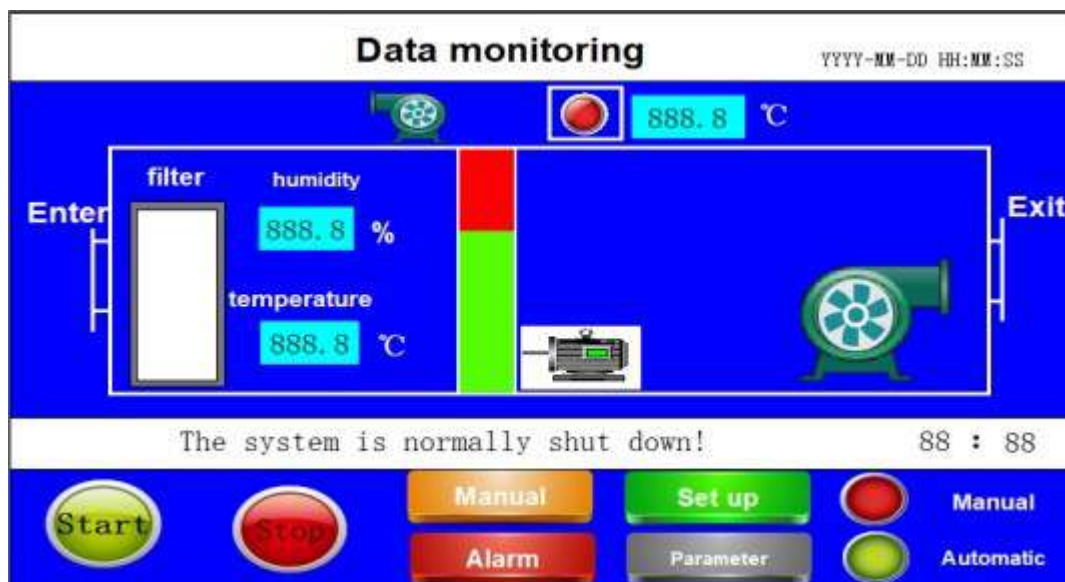
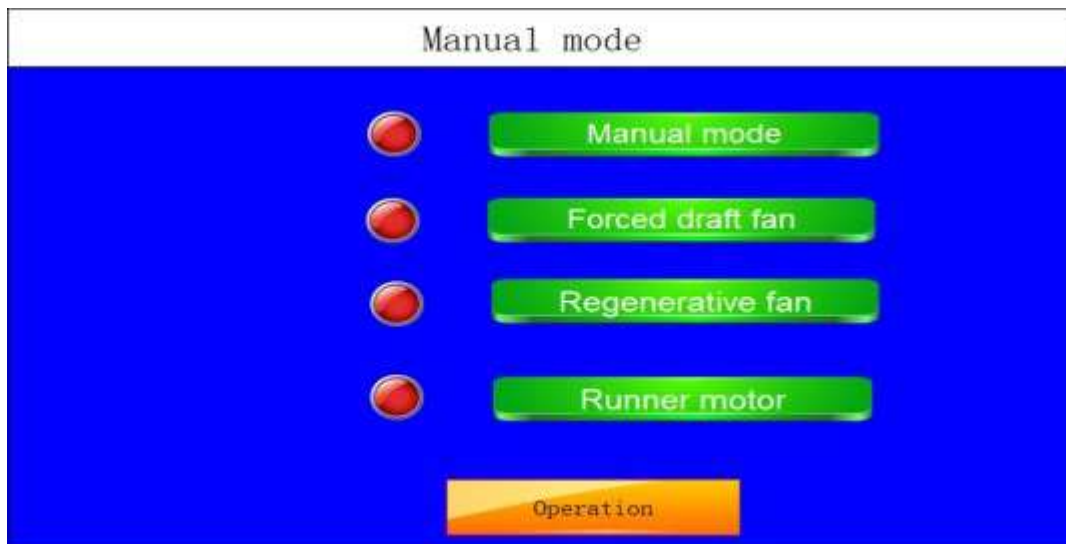

Figura 1
Figura 2
Después del encendido, la pantalla se autocomprobará primero. Después de que la autocomprobación sea exitosa, presione la pantalla de monitoreo de datos "Enter system", como se muestra en la Figura 1:
- (1) Presione la pantalla "Modo manual" en la Figura 1 para ingresar a la pantalla de prueba de salida, como se muestra en la Figura 2:
- (2) En esta pantalla, puede presionar manualmente el botón "Motor de corredor", "Ventilador regenerativo", "Soplador de aire" para probar si cada motor está funcionando normalmente.
- (3) En esta pantalla, puede presionar el botón "Imagen en ejecución" para volver a la Figura 1. La función de este botón es la misma para todas las pantallas y no se explicará más adelante.
- (4) Presione el botón "Parámetro" en la Figura 1 para ingresar a la pantalla de configuración de parámetros de la unidad, como se muestra en la Figura 3:
(3) Presione "Parámetro PID" en la Figura 1 para ver los parámetros PID relacionados con la temperatura actual.